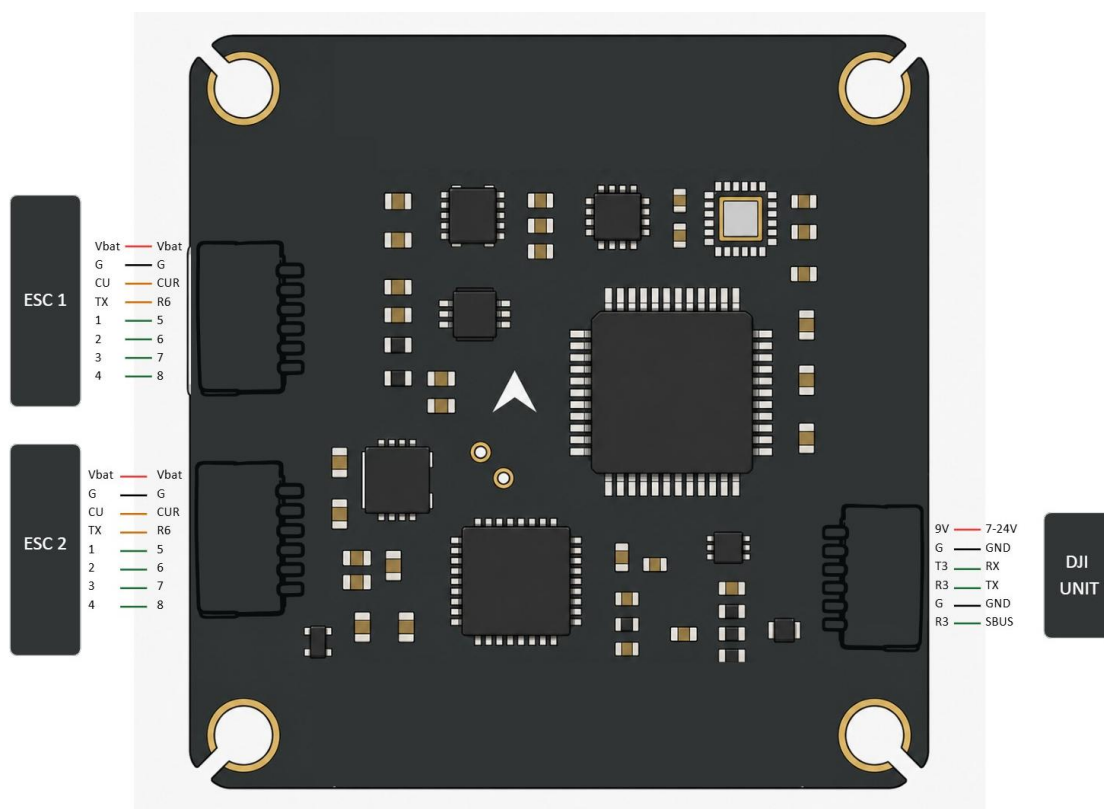

Рис.3. Схема підключення (роз'єми ESC та DJI Air Unit)
- Зв'язок із ESC: Використовуйте роз'єми ESC 1 та ESC 2 (8-контактні, див. рис. 3) для підключення до двох ESC 4 в 1. Кожен роз'єм передає напругу акумулятора (Vbat), землю (G), сигнал датчика струму (CU), телеметрію (TX) та чотири сигнали моторів (1-4).
- UART 6 (Телеметрія ESC): Телеметрія ESC (TX) з роз'ємів ESC приймається на R6 (див. рис. 3).
- Роз'єм DJI UNIT: Підключіть DJI Air Unit до 6-контактного роз'єму DJI UNIT (див. рис. 3): 9V до 7-24V, G до GND, T3 до RX, R3 до TX, G до GND, R3 до SBUS.